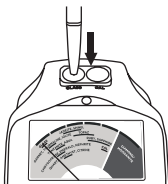

Fig. 1.5
- Premere la punta della sonda sul disco in vetro situato sul lato sinistro della luce-indicatore (**Fig. 1.5**). Applicare una pressione sufficiente a far rientrare completamente la punta sporgente all'interno della sonda a penna. Al termine di questa operazione l'ago dovrebbe sollevarsi e posizionarsi all'interno della fascia rossa (preferibilmente al centro di tale fascia) sormontata dalla scritta "Glass" entro due o tre secondi.